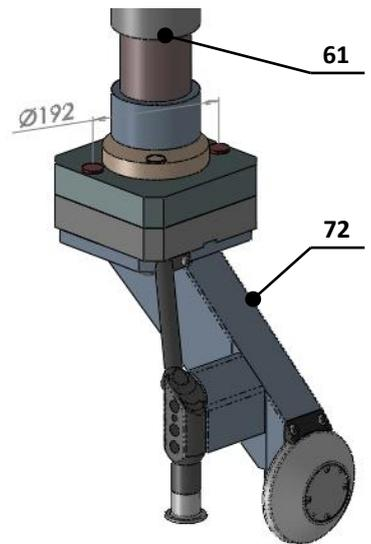

Fig. 11
- Les axes de cisaillement Rep. 69 sont implantés comme indiqué sur la fig. 11, distants de 192 mm.